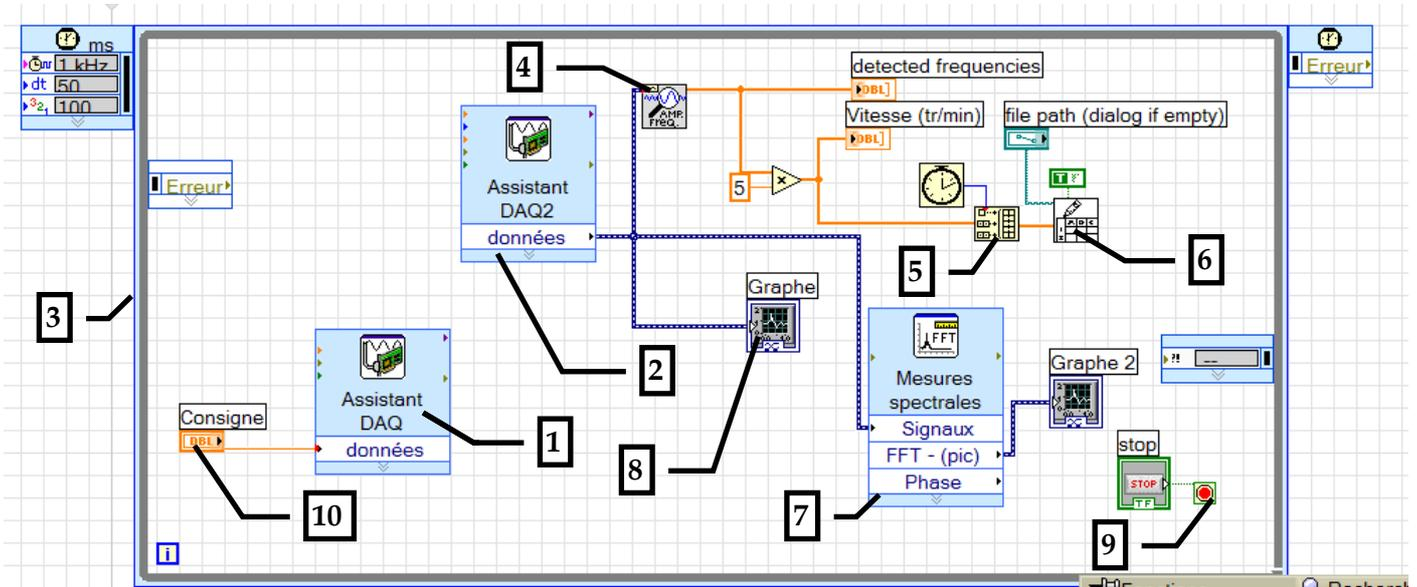

Figure 2 : programme Labview
3.3 En Figure 2 est représentée une capture d'écran d'un programme Labview.